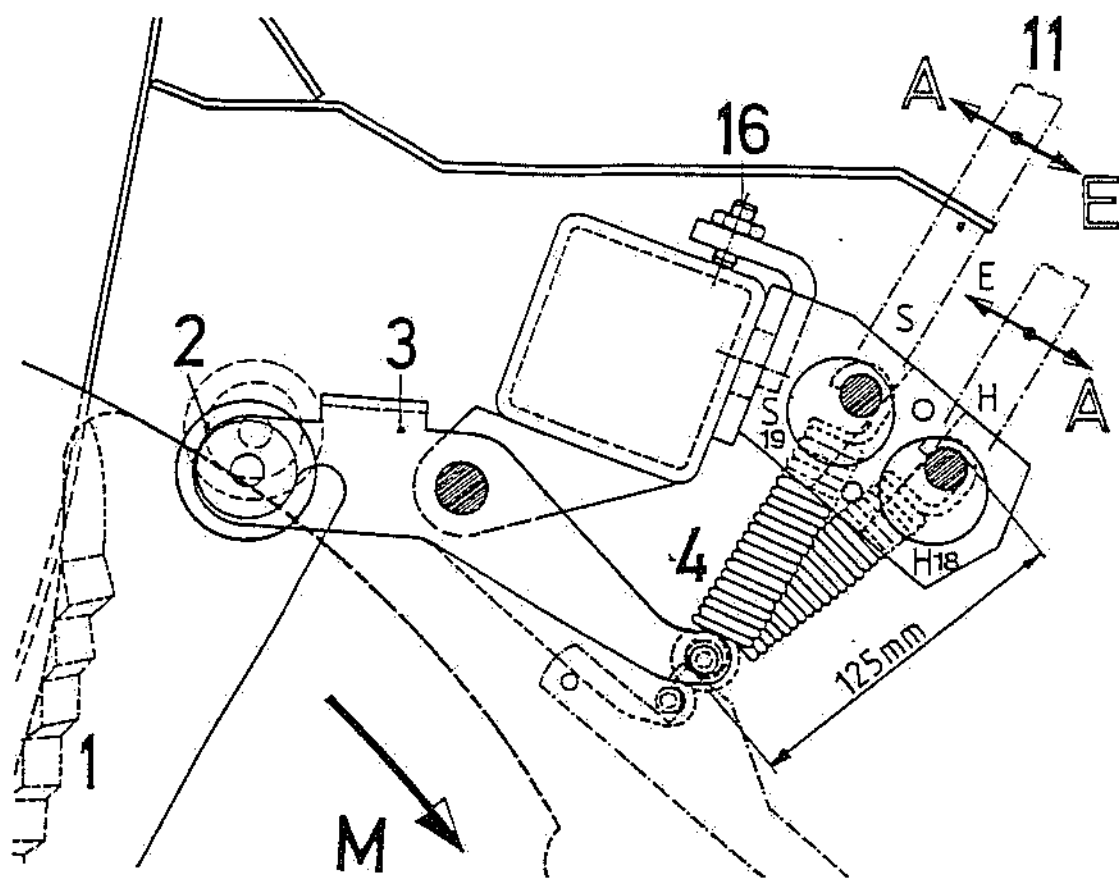

Fig.68
- Die Federvorspannung (125 mm, nach Fig. 68) kann über die Pos. 16 geändert werden.
Ausschwenken der Messerreihen (18 bzw. 19 Messer) Fig. 68